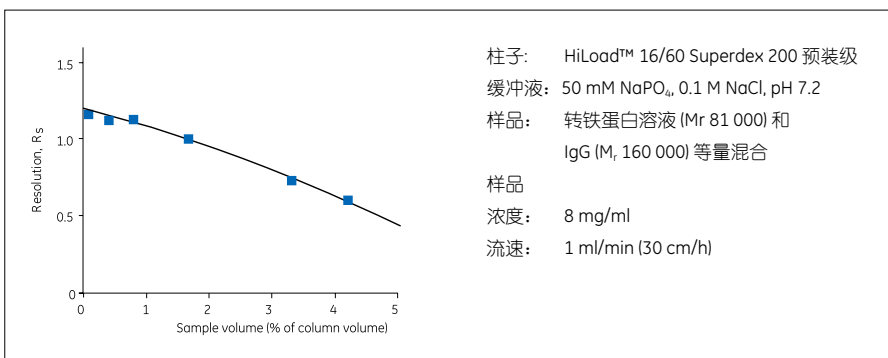

图8a 样品体积对HiLoad™ 16/60 Superdex 200 预装级预装柱分离转铁蛋白和IgG分辨率的影响
- 样品体积和柱体积比影响分辨率，如图8a和8b所示，越高的样品体积和柱体积比，越低的分辨率。柱体积通常根据需要处理的样品体积进行选择。然而，由于越大的样品体积可能需要非常大的柱体积，我们有理由相信，用小柱子重复分离数次，把这几次的感兴趣的组分合并，或者进行浓缩，会更有利（参见附录3样品制备）。